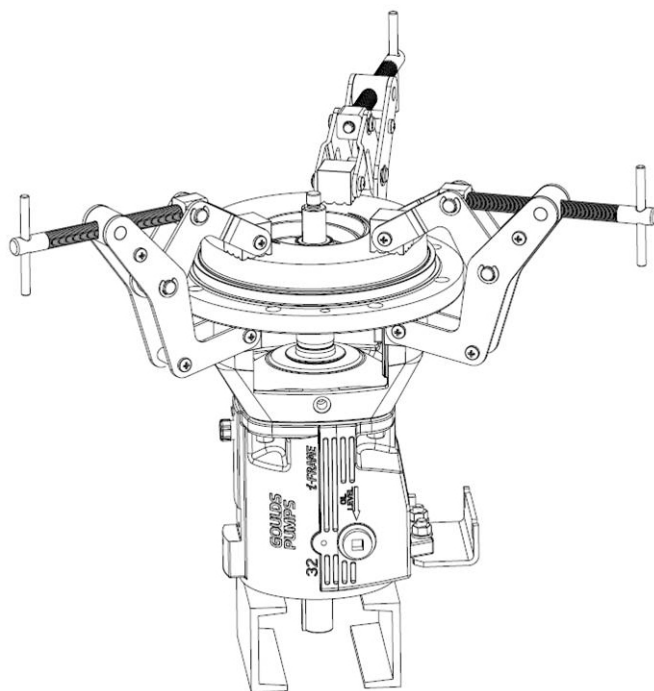

Рис. 44: Сборка
2. Ориентируйте сборку вертикально на блоки соответствующего размера-см. Рис. 44: Сборка on page 87.
8. Если крышка корпуса (161) к переходнику рамы (344) не поставляется с крепежными шпильками (920.32), установите зажимы, как показано на Рис. 44: Сборка on page 87, после посадки крышки корпуса (161) в переходник рамы (344) кувалдой или свинцовым молотком.
9. Установите втулку вала (524).
21. Измерьте расстояние от верхней части соответствующего стержня из K14153A до ступицы импеллера, как показано на Рис. 44: Сборка on page 87 , и запишите результат в поле "A1".